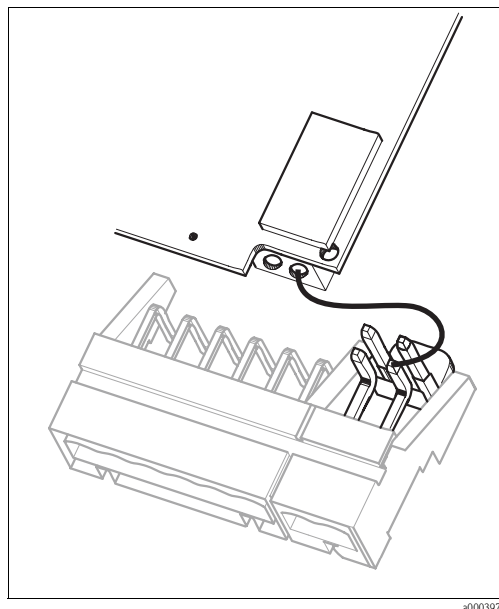

Abb. 29: pH-Eingangsmodule im Gehäusedeckel mit Kabel (rot) für Anschluss von Glaselektroden
5. Ziehen Sie auf der rechten Seite des Gehäusedeckels das rote Kabel zum pH-Eingang beidseitig ab (s. Abb. 29).